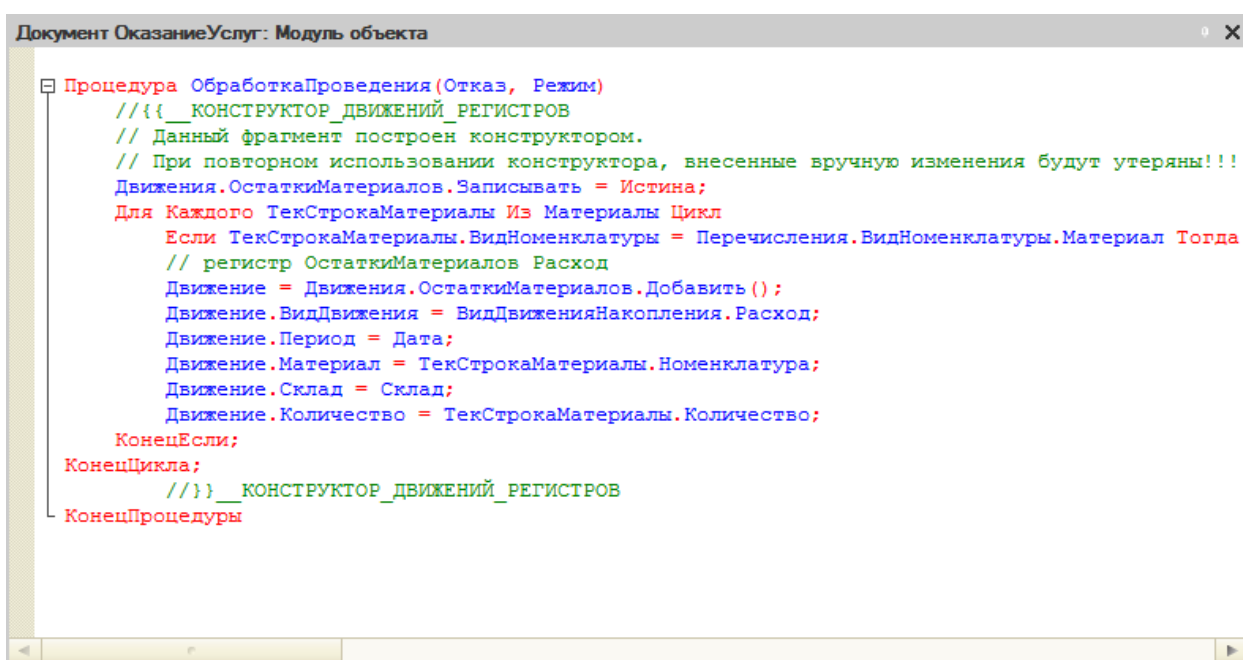

Рисунок 48 Фрагмент процедуры **ОбработкаПроведения** документа **Оказание услуг**
16. Откройте модуль документа **ОказаниеУслуг**, и в процедуру **ОбработкаПроведения** добавьте условие в цикл. Поместите тело цикла в условие (рис. 48).